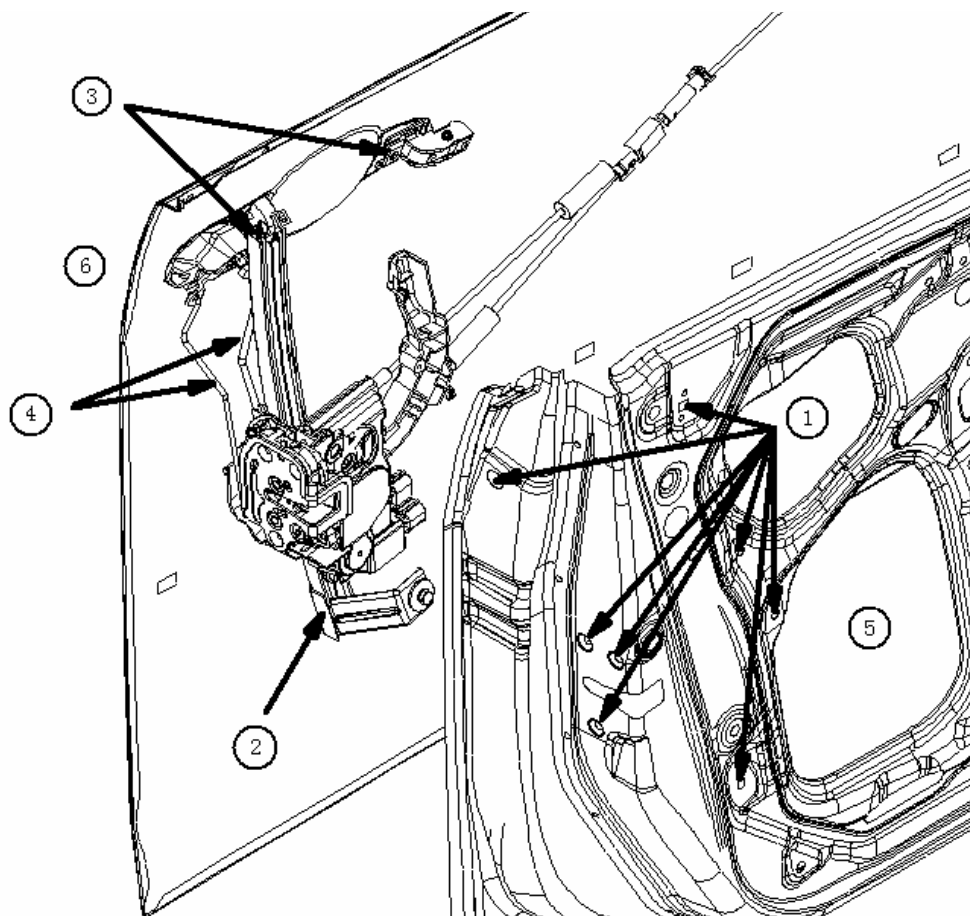

图2 左前门锁体周边局部放大图
- ① 拆下如图 2 所示位置的螺钉和螺栓，需要的话要先拆下相应的贴片和堵盖；
- ② 扯下玻璃导轨里的玻璃泥槽，拆下玻璃导轨；
- ③ 透过贴片孔拆下外把手上的两个螺栓，取下外把手的前后护板；
- ④ 拔掉拉杆上的塑料衬套；
- ⑤ 通过车门内外板上的过孔将锁体和外把手取出。